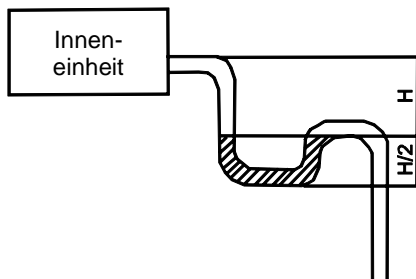

Abb. 21
5. Ist der Luftstrom aus der Inneneinheit zu stark, kann es zu einem Unterdruck kommen, wodurch die Umgebungsluft zurück angesaugt wird. Deshalb ist ein U-förmiger Siphon bei jeder Inneneinheit zu bilden (Abb. 21).